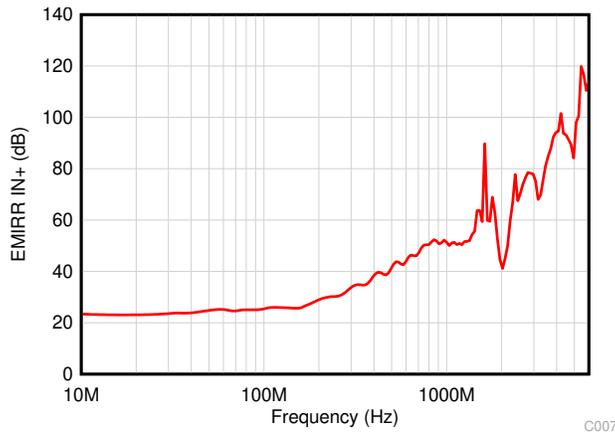

图 6-2. EMIRR 测试
OPAx396 通过集成电磁干扰 (EMI) 滤波来降低无线通信设备、混合使用模拟信号链和数字元件的高密度电路板等干扰源产生的 EMI 干扰影响。通过电路设计技术可改进 EMI 抗扰度；OPAx396 受益于这些设计改进措施。德州仪器 (TI) 已具备在 10MHz 至 6GHz 宽频谱范围内准确测量和量化运算放大器抗扰度的能力。图 6-2 显示了对 OPAx396 执行此测试的结果。表 6-1 列出了 OPAx396 在实际应用中常见特定频率下的 EMIRR IN+ 值。表 6-1 中列出的应用可在下图所示的特定频率或其近似频率下运行。有关详细信息也可参阅 运算放大器的 EMI 抑制比应用手册，可从 www.ti.com 下载此手册。
OPAx396 的 EMIRR +IN 与频率间的关系图如图 6-2 所示。OPAx396 单位增益带宽为 1MHz。低于该频率的 EMIRR 性能表示存在位于运算放大器带宽内的干扰信号。